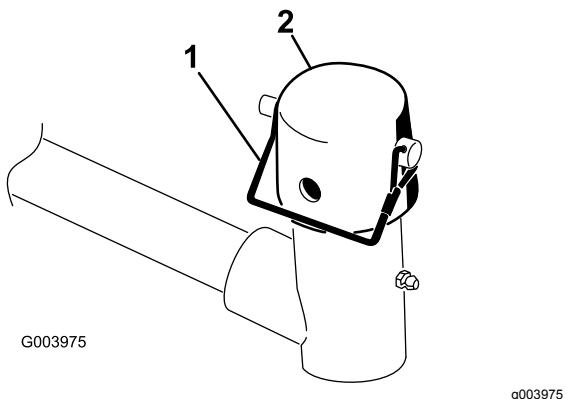

Bild 9
- 7. Nehmen Sie den Einraststift und die Kappe vom Gelenkjoch des Hubarms ab (Bild 9).
11. Befestigen Sie die Kappe und die Trägerrahmenwelle mit dem Einraststift am Hubarmjoch (Bild 9).